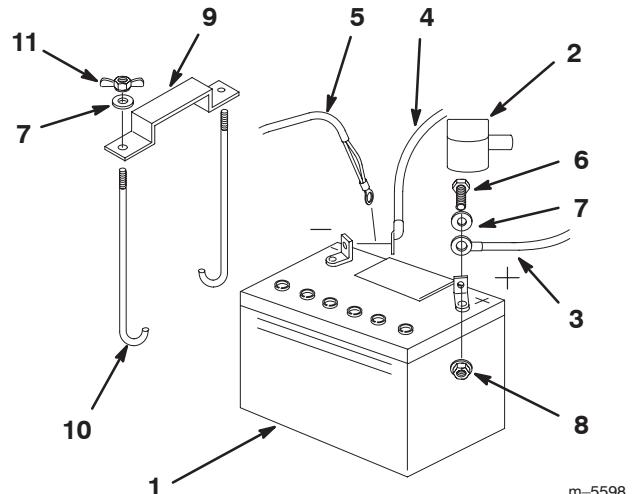

Figure 62
1. Placez la batterie dans son support en tournant les bornes vers le moteur (Fig. 62).
4. Fixez les câbles à l'aide de 2 boulons (1/4 x 3/4 pouce), 2 rondelles (1/4 pouce) et 2 contre-écrous (1/4 pouce) (Fig. 62).
6. Fixez la batterie en position avec des boulons en J, une barrette de maintien, 2 rondelles (1/4 pouce) et 2 écrous papillons (1/4 pouce) (Fig. 62).
4. Débranchez d'abord le câble négatif et le câble de masse de la borne négative (-) de la batterie (Fig. 62).
6. Débranchez le câble positif (rouge) de la batterie (Fig. 62).
7. Retirez les deux écrous papillons (1/4 pouce) qui fixent la barrette de maintien de la batterie (Fig. 62).